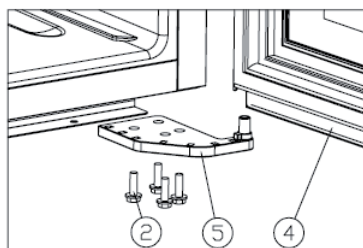

Figure 2
3. Desserrez les vis M5 x 16 **(2)** et retirez la charnière de la porte inférieure droite **(5)** (voir figure 2).